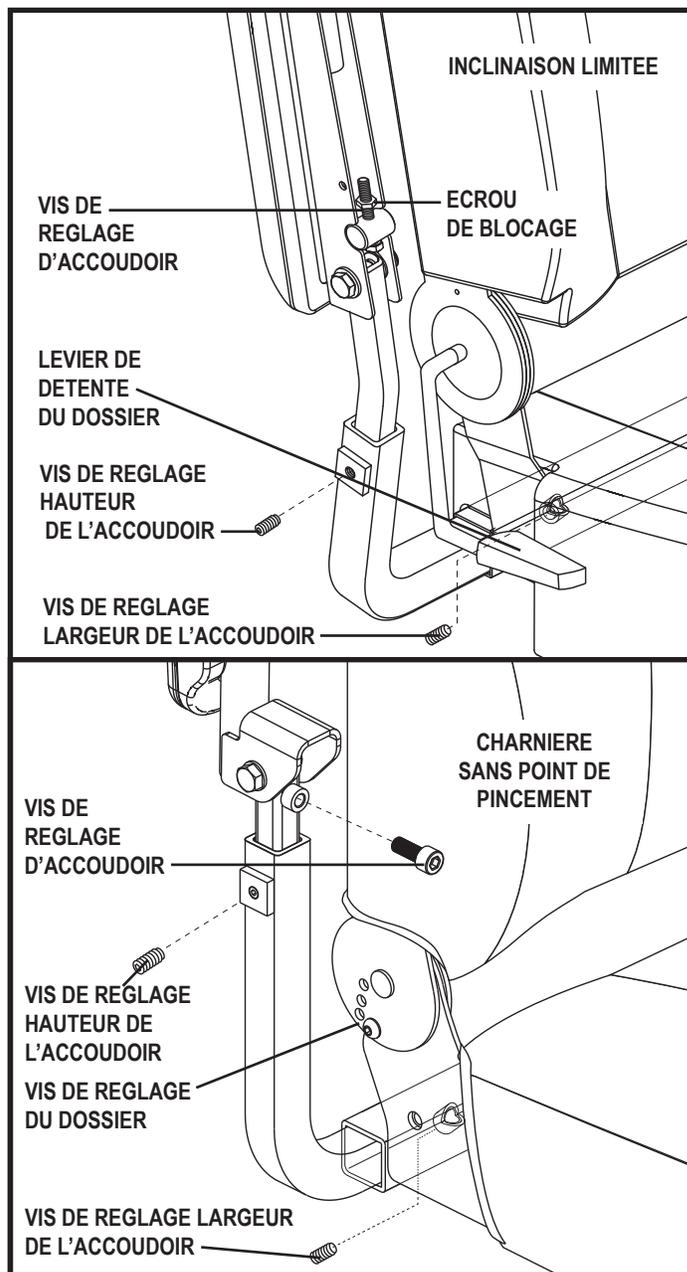

Figure 13. Réglages accoudoirs et dossier
Si votre fauteuil motorisé est équipé d'un siège à dossier inclinable, vous pouvez ajuster l'angle du dossier en utilisant soit de la quincaillerie ou le levier de dégagement du dossier. **Voir la figure 13.**
1. Repérez les vis de réglage largeur de l'accoudoir sur le dos de chaque support d'accoudoir. **Voir la figure 13.**
1. Desserrez la vis de réglage sur le support d'accoudoir. **Voir la figure 13.**